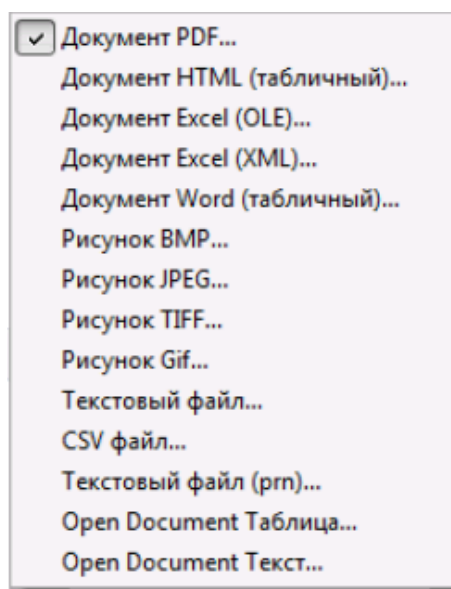

Рисунок 11-30 Меню выбора типа файла
-  – кнопка «Выбор формата экспорта» – открывает меню (см. Рисунок 11-30) в котором пользователь может выбрать тип файла, в который будет сохранен сгенерированный отчет. По умолчанию выбран формат «PDF»;